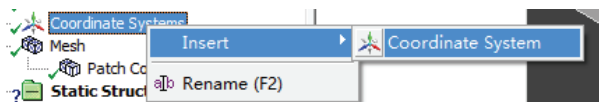

图 19-9 添加坐标系
1) 选择 Mechanical 界面左侧 Outline 树结构图中的 Coordinate Systems 选项，然后单击鼠标右键，选择 Insert>Coordinate System，如图 19-9 所示。